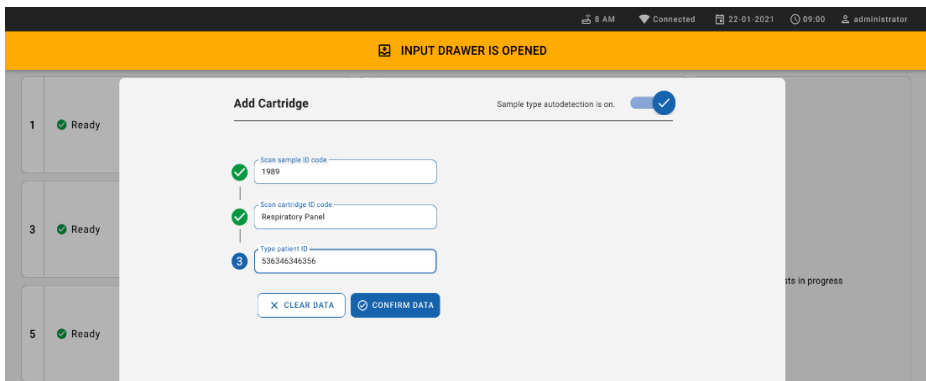

Figura 58. Digitando o ID do paciente
9. Digite o ID do paciente (o Patient ID [ID do paciente] deve estar definido como **on** [ligado]) e depois confirme os dados (Figura 58).